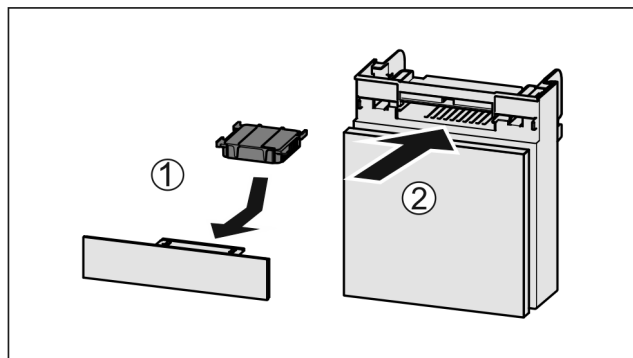

Fig. 73
- Filtr s aktivním uhlím vložte podle vyobrazení Fig. 73 (1).
- Zásuvku zasuňte Fig. 73 (2).